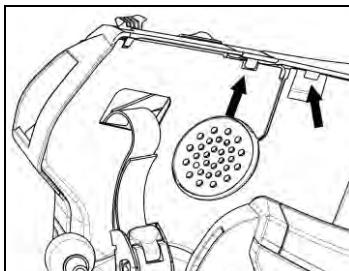

Fig. 17
- Sätt tillbaka kuddens plastfyllning bakom de två låshakarna (Fig. 17).